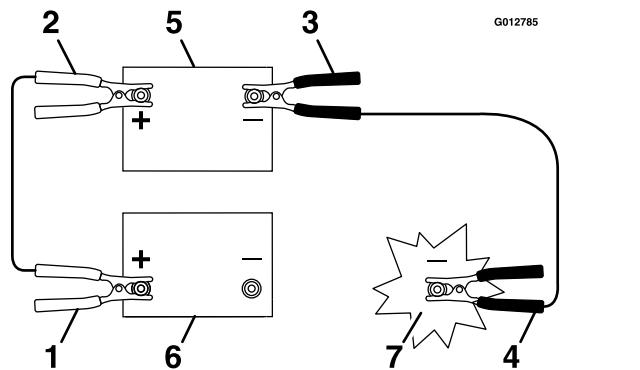

Figura 48
3. Conecte el cable positivo (+) al borne positivo (+) de la batería descargada que está conectado al motor de arranque o al solenoide (Figura 48).